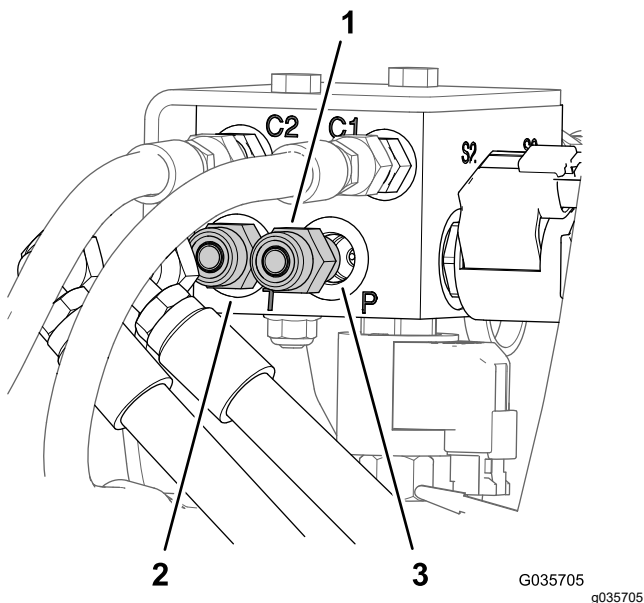

Figura 9
- În partea din spate a pulverizatorului, etichetai furtunurile la portul P i portul T al colectorului cilindrului de ridicare (Figura 9).
2. Îndepărtai furtunurile de la fittingurile hidraulice drepte de la portul P i portul T ale colectorului cilindrului de ridicare (Figura 9).
3. Îndepărtai fittingurile hidraulice drepte de la portul P i portul T ale colectorului cilindrului de ridicare vechi (Figura 9).